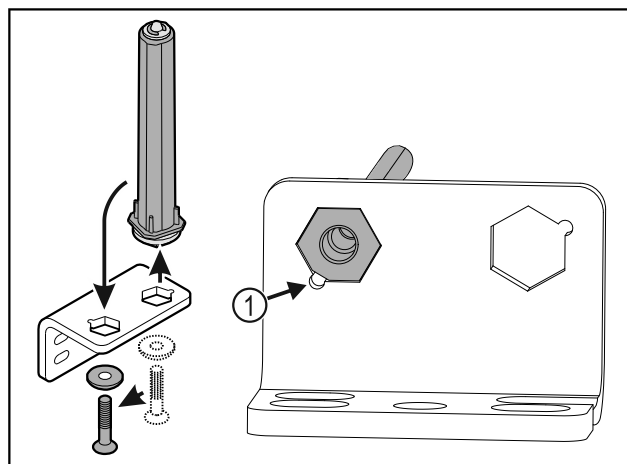

Fig. 37
- ▶ Aveți în vedere ca la introducerea, teșitura bolțului Fig. 37 (1) să fie orientată spre orificiul rotund.